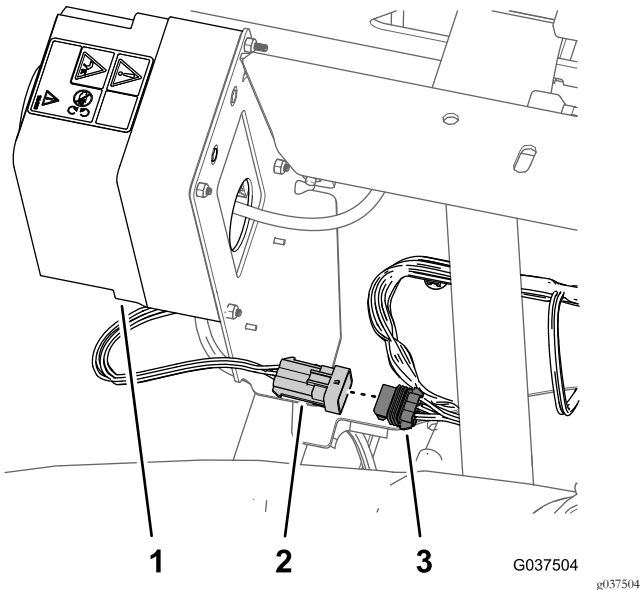

Bild 5
1. Suchen Sie an der Rückseite des Sprühbehälters den Kabelbaum für die Spritzpistole oder die elektrische Schlauchtrommel (**Bild 5**).
2. Ziehen Sie den 6-Stift-Stecker des Kabelbaums für die Spritzpistole oder die elektrische Schlauchtrommel vom 6-Buchsen-Stecker des hinteren Hauptkabelbaums ab (**Bild 5**).